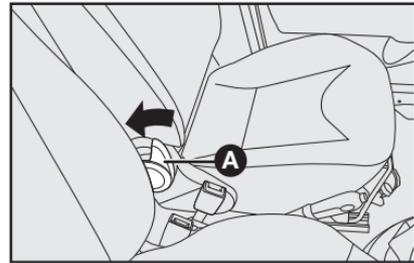

fig. 10
### ACESSO AOS BANCOS TRASEIROS (versões com 3 portas - fig. 10)
- Acionar a alavanca A-fig. 10 conforme a seta, mantendo-a acionada e rebater o encosto para frente até atingir o final de curso.